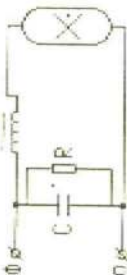

Рис.3
5.2. Подключение проводов сети производится к клеммной колодке согласно схеме включения (рис.3), предварительно зажав их пластмассовой планкой при помощи винта. Заемляющий провод подсоединить к запитанному талочу на панели, подключения к нему одновременно затемляющий провод внутреннего монтажа.